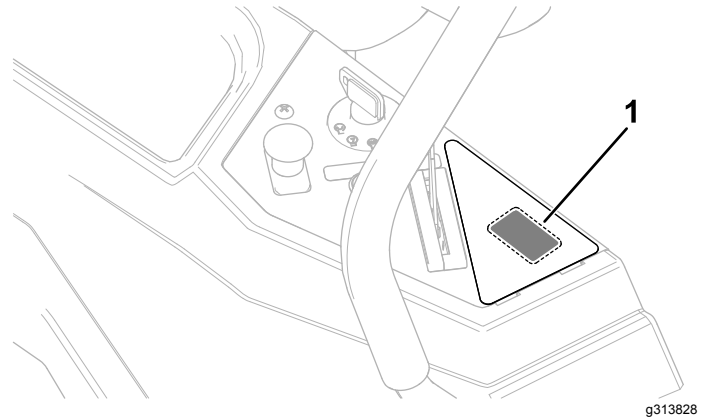

Bild 2
1. Suchen Sie den Ausschnitt für den Betriebsstundenzähler im Armaturenbrett und schneiden Sie ein X-Muster aus oder entfernen Sie den rechteckigen Teil des Aufklebers (Bild 2).